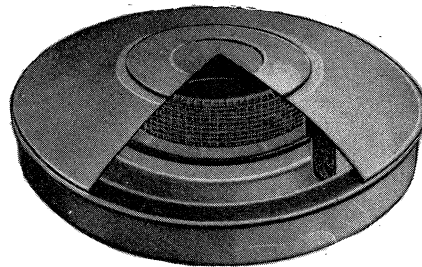

Fig. 4—Filtro de Aire. Típico. (6 Cilindros)
2. Saque la tapa del filtro del cuerpo (Fig. 4).
1. Coloque el cuerpo del filtro sobre el carburador. Apriete la tuerca del perno auxiliar. (Fig. 4).